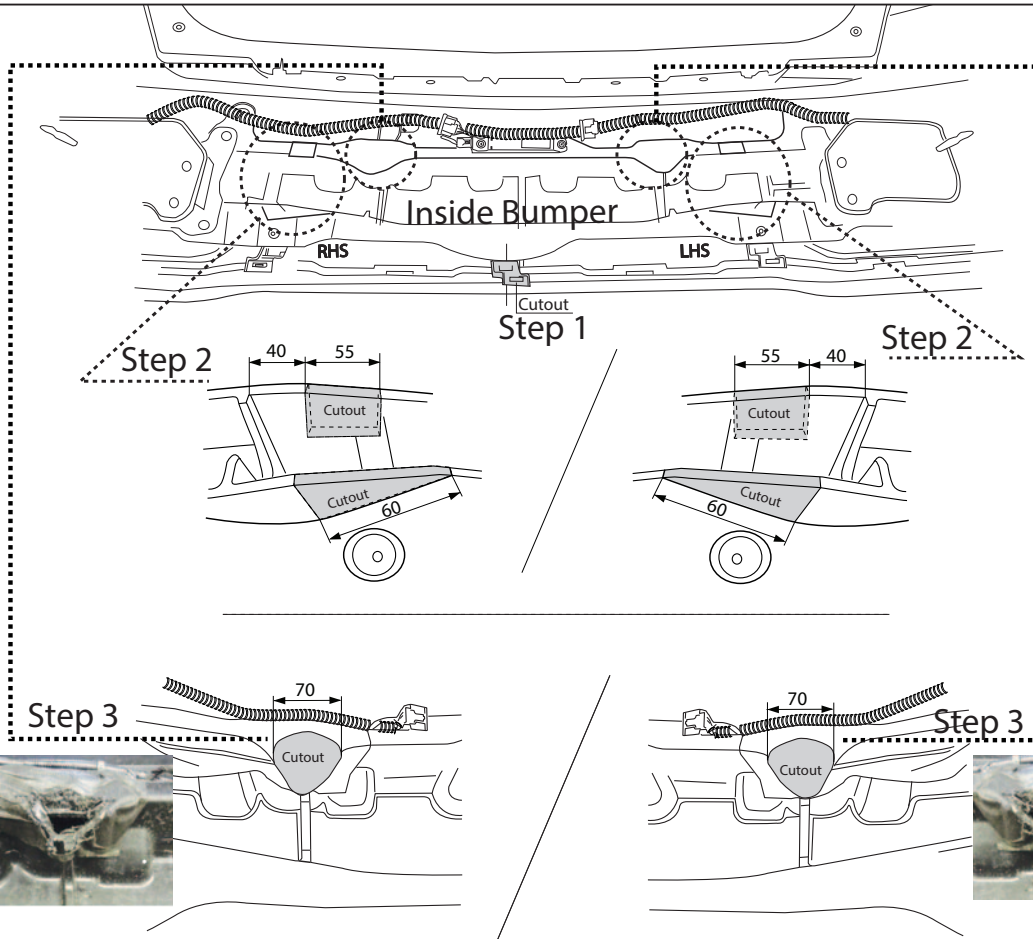

Fig. 2
3. Вынуть выхлопную трубу из крайних резиновых (3) колец для подвески.
7. Выпилить обозначенные части, как указано на рис. 2.